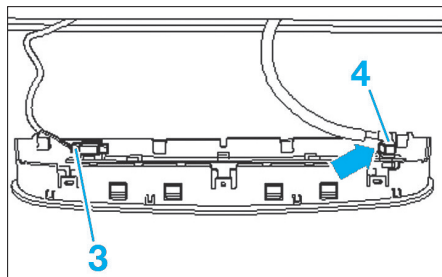

Fig. 77
• Débrancher le connecteur (3) et le flexible de lave-vitre (4) (Fig.77).